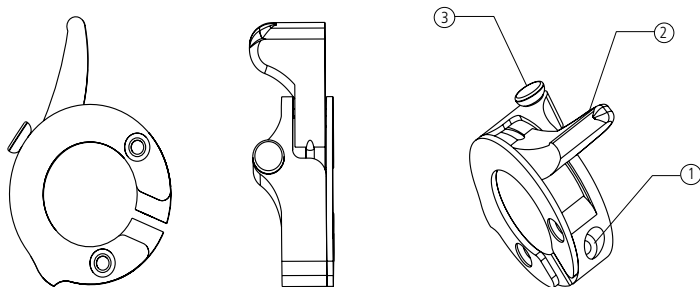

Figura 2
- Posicione a alavanca de modo que o acionamento seja feito sempre empurrando o dedo para frente e nunca para baixo. A alavanca deve ficar posicionada para cima, conforme está ilustrado na Figura 2.
- 6 - Fixe o kit da trava no guidão, parafusando-o (1) com uma chave Allen 2,5 mm; Reinstale os componentes que foram removidos (manopla, manete de freio e passador de marcha) de acordo com as instruções de cada fabricante;
- Acione a alavanca da trava (2) e verifique se a suspensão tornou-se rígida (travada);
- Aperte o botão (3) para destravar o sistema e comprima novamente a suspensão ("bombadas").